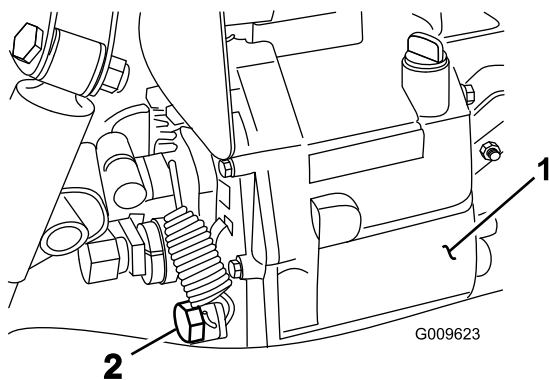

Figure 63
4. Enlevez le bouchon de vidange sur le côté du réservoir et faites couler le liquide hydraulique dans un bac de vidange (Figure 63).